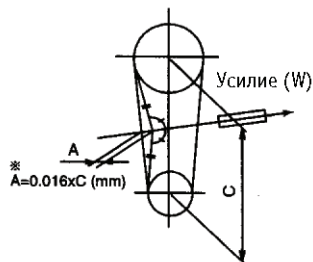

рис. 2 Натяжение ремня
2. Установите натяжение ремня при таком усилии, которое соответствует рис. 2 и таб. 2; отклонение также должен быть соответствующим ($A=0,016 \times C$ мм).